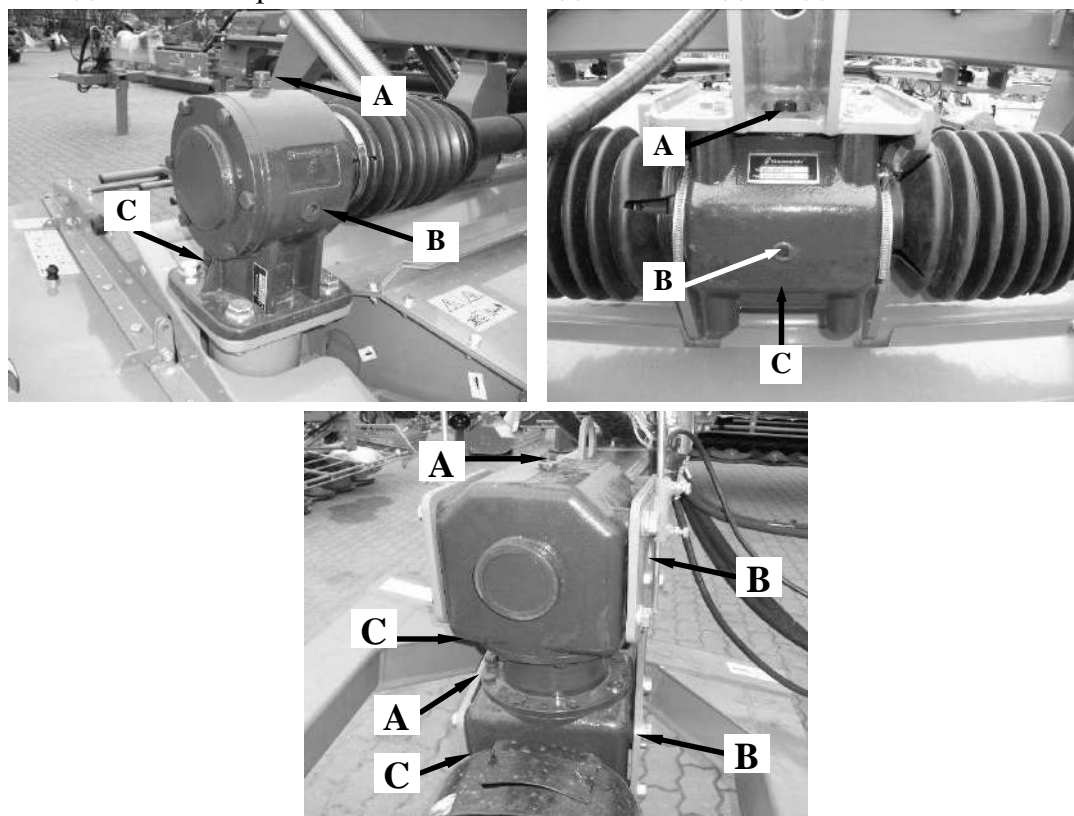

Рис. 44. Точки контроля и замены масла в угловых передачах
Перед началом работы (напр. перед большим кошением) следует проверить уровень масла и по мере необходимости пополнить его по выкручению воздухоотводчика **A** в верхней части передачи (Рис. 44). Уровень масла проверяем выкручивая контрольную пробку **B** сбоку передачи. Если масла слишком мало, вливаем масло до момента его появления в контрольном отверстии. Количество масла в передаче: ок. 1 литр. Для спуска масла из передачи служит пробка **C**.
- Открутить заливную пробку **A** и сливную пробку **C** (Рис. 44),